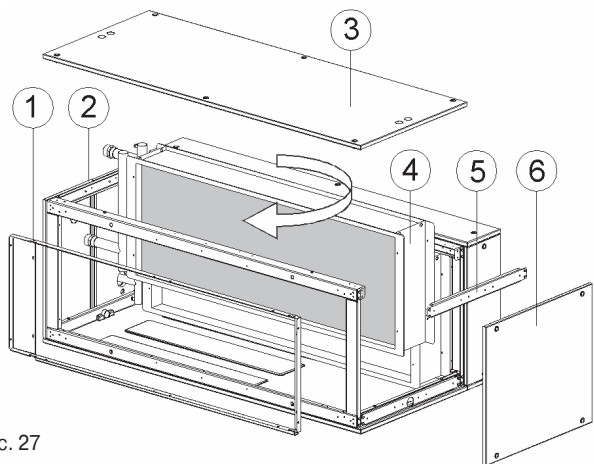

Рис. 27
- Снимите верхнюю панель агрегата (рис. 27, поз. 3).
- Снимите боковые панели (рис. 27, поз. 2 и 6).
- Снимите держатель (рис. 27, поз. 5); у типоразмеров 078+150 необходимо также снять центральный держатель.
- Отсоедините теплообменник (рис. 27, поз. 4) от крепежной рамы.
- Выкрутите болты, которыми крепежная рама (рис. 27, поз. 1) крепится к корпусу агрегата. Крепежная рама разбирается на четыре части и крепится к корпусу агрегата болтами.
- Переверните крепежную раму (рис. 27, поз. 1), приложите ее к теплообменнику так, чтобы отверстия на раме совпадали с отверстиями на теплообменнике, после чего закрепите теплообменник на раме.
- Установите держатели (рис. 27, поз. 5).
- Поменяйте местами правую и левую панели (рис. 27, поз. 2 и 6 соответственно).